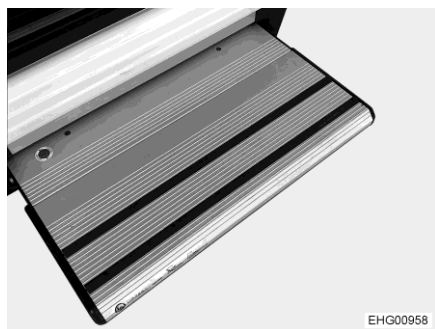
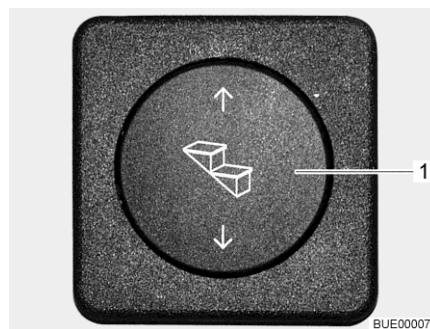

Bild 4 Fotsteg
Bild 5 Reglage fotsteg
Kör ut fotsteget helt (Bild 4). Först när fotsteget är helt utkört får man stiga upp på det.
- Tryck nedtill på vippkontakten (Bild 5,1) tills fotsteget (Bild 4) har körts ut helt.
- Tryck upptill på vippkontakten (Bild 5,1) tills fotsteget (Bild 4) har körts in helt.